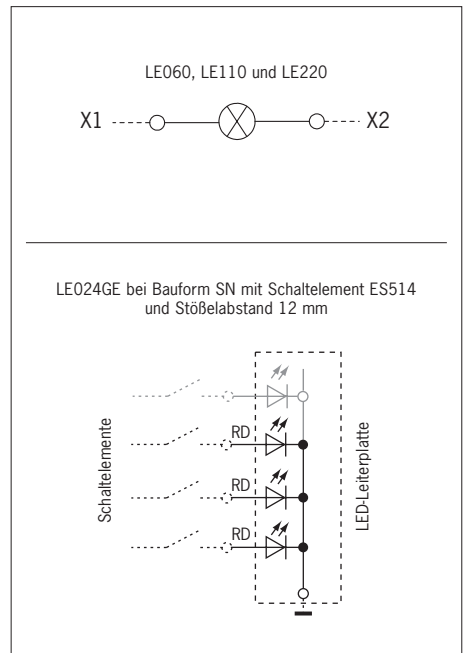

Bild 5: Anschluss LED-Anzeigeleuchten
Bei Verwendung von Anzeigeleuchten ist der auf dem Gehäuse der Anzeigeleuchte aufgedruckte Spannungsbereich einzuhalten (Anschluss siehe Bild 5).
- ▶ Für Bauform SN in LED-Ausführung mit Schaltelement ES514 und Stößelabstand 12 mm gilt: LED-Anschlüsse am Schaltelement anklammern (Anschluss siehe Bild 5)